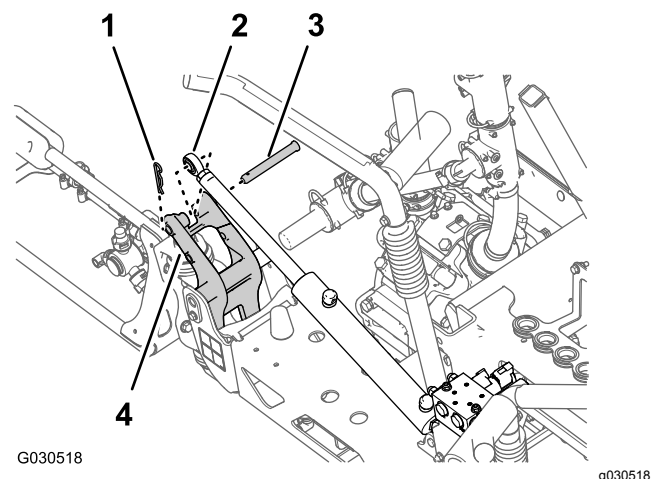

Figura 63
3. Rimuovete la coppiglia e il perno con testa che fissano l'estremità dell'asta del cilindro di sollevamento alla staffa orientabile (Figura 63).